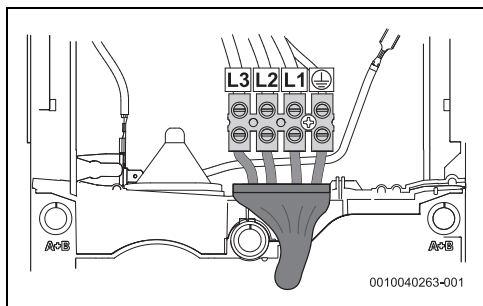

Fig. 42 Raccordement inférieur pour câble court
- Raccordement inférieur pour câble court (fig. 42)